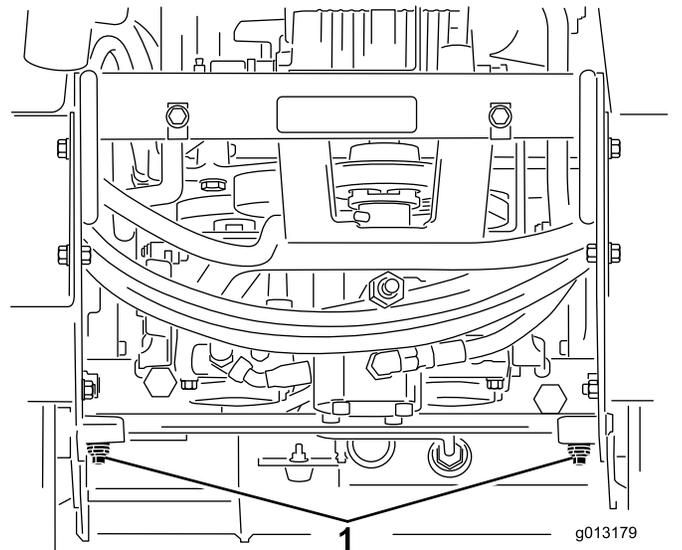

図 18
4. レンチを使って、油圧ポンプについている牽引バルブを左に 2 回転させる 図 18。